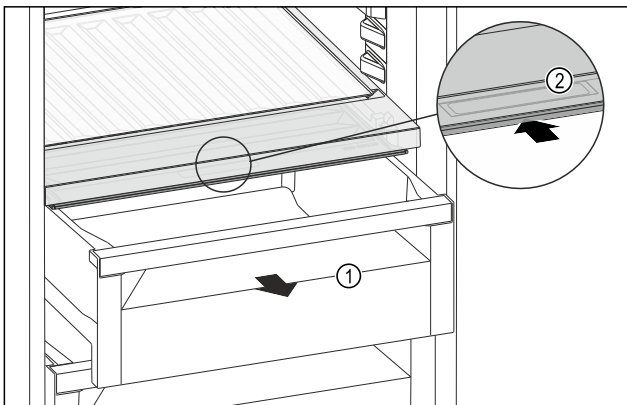

Fig. 158
- Retirer le tiroir Fig. 158 (1).
- Saisir la poignée encastrée Fig. 158 (2) du couvercle du compartiment et pousser le couvercle du compartiment vers l'arrière.